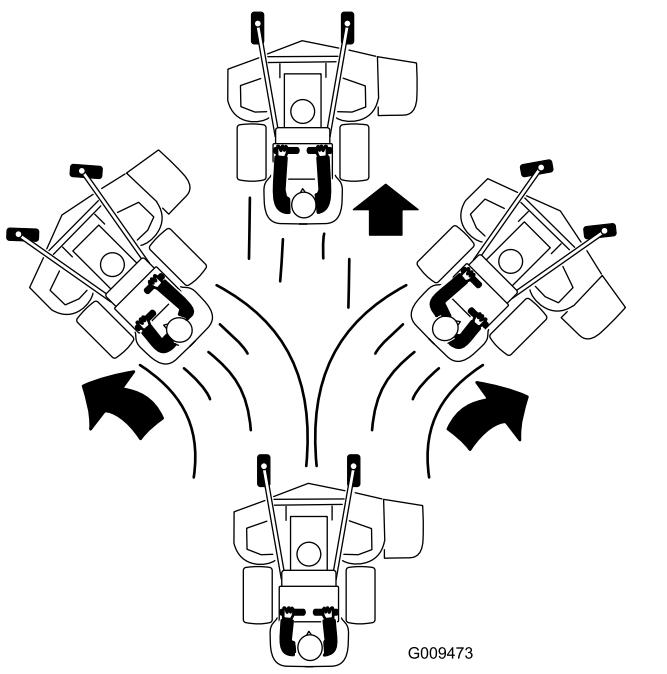

Figura 21
3. Empurre lentamente as alavancas de controlo de movimento para a frente (Figura 21).